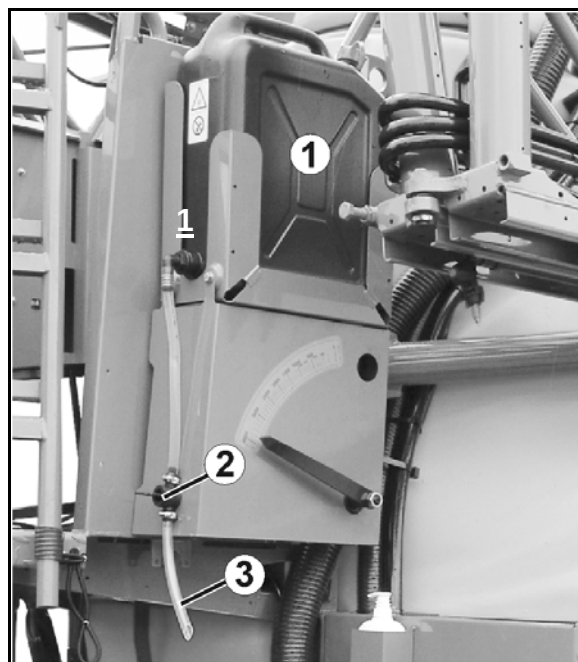

Fig. 67
- capacul rabatabil închis apasă în jos duza de clătire a canistrei (Fig. 67)